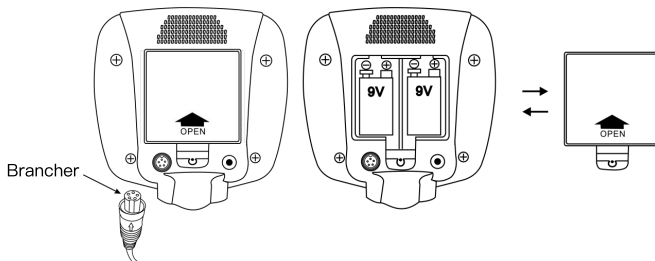

Fig.5
5. Enroulez le câble de la bobine de recherche autour de la tige en aluminium, élastiquement modérée, et ne la laissez pas osciller. Branchez le câble en bas à droite de la boîte de contrôle, visez la fente, branchez l'extrémité, et serrez la vis (Voir Fig.5). Note : ne tirez pas sur le câble, tirez sur la fiche.
boîtier. Si vous n'avez pas l'intention d'utiliser le détecteur pendant une longue période, retirez la batterie du boîtier. (Voir Fig.5)